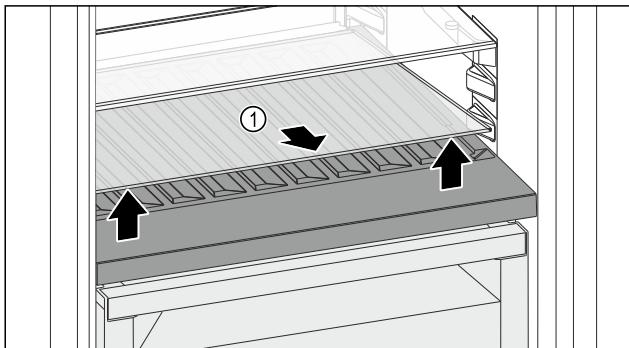

Fig. 123
- Løft glassplaten Fig. 123 (1) foran på fordypningen og ta den ut.
- Oppbevar glassplaten Fig. 123 (1) trygt utenfor apparatet.